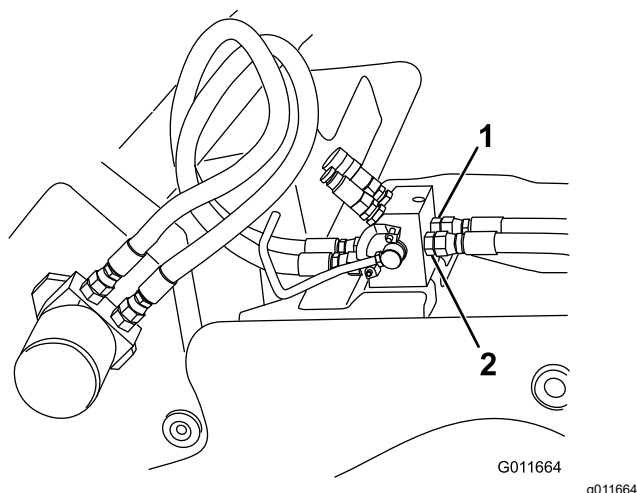

Figura 19
3. Conecte el otro extremo del manguito izquierdo al orificio T (orificio derecho) en la parte trasera del colector hidráulico y el otro extremo del manguito derecho al orificio P (orificio izquierdo), tal y como se muestra en la Figura 19.
5. Haga un bucle con los manguitos de manera que los acoplamientos abiertos queden contra los orificios abiertos del motor hidráulico de la zanjadora (Figura 19).